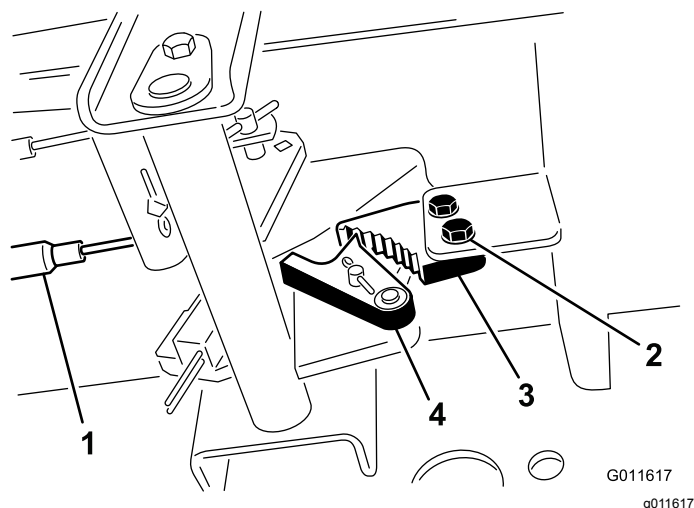

Figura 67
1. Allentate le due viti che fissano il nottolino del freno di stazionamento al telaio (**Figura 67**).
2. Premete in avanti il pedale del freno di stazionamento finché il fermo non s'innesta completamente nel nottolino del freno (**Figura 67**).